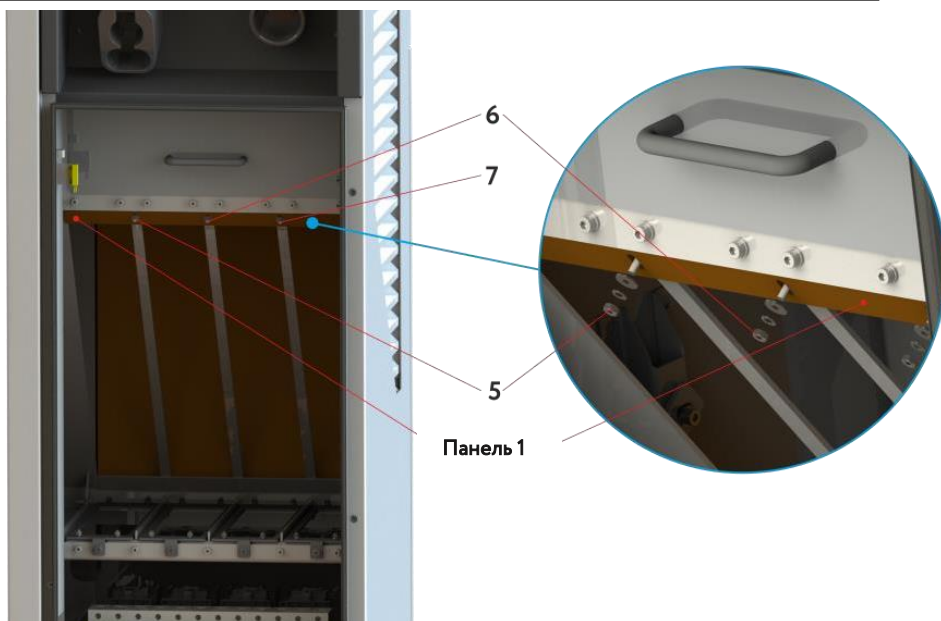

Рисунок 5.16. Место установки зарядных модулей
8. Выньте крепления 5, 6, 7 и снимите защитную панель 1 (рис. 5.16).